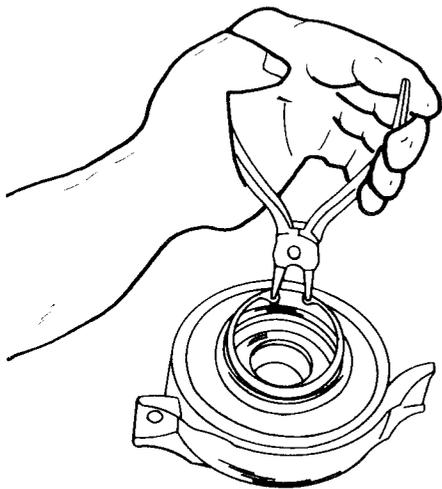

Bild 145
- Die Kappe (15) herunternehmen.
- Die Welle wieder unter die Presse setzen, um das Stützlager abzapressen. Dabei wird die hintere Kappe (10) beschädigt, welche zu erneuern ist.
- Vom Stützlager den Sprengring (14) ausfedern, wie es in Bild 145 gezeigt ist.